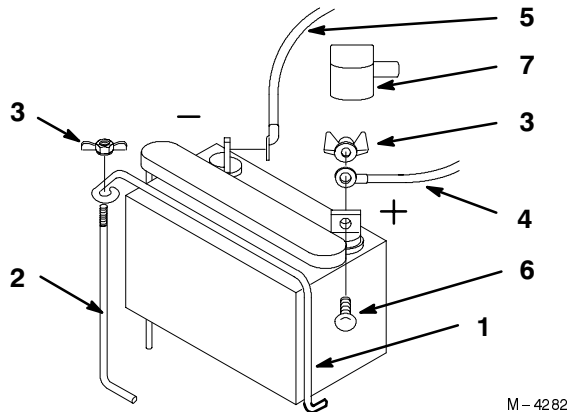

Figure 7
1. Montez la batterie sur son support en prenant soin de diriger les bornes vers le réservoir de carburant (Fig. 7).
2. Fixez la batterie avec la bride, la tige de soutien et l'écrou papillon (Fig. 7).
3. Placez le capuchon rouge de la borne sur le câble rouge de la batterie (Fig. 7).
4. Branchez le câble positif de la batterie à la borne positive (+) et le câble négatif à la borne négative (-), et fixez-les en place à l'aide des vis de carrossier et des contre-écrous (Fig. 7).